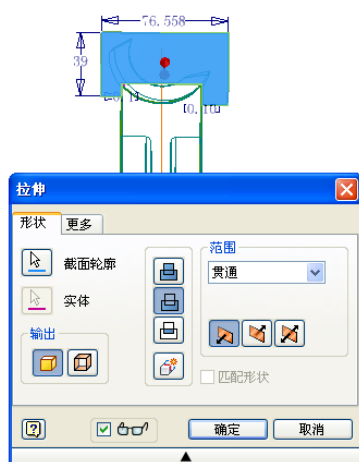

图 8-55 拉伸示意图
②单击【草图】标签上的【完成草图】工具按钮,退出草图环境;单击【模型】标签栏【创建】面板上的【拉伸】工具按钮,打开【拉伸】对话框,选择绘制的封闭草图图形作为截面轮廓,布尔方式为【求差】,终止方式为【贯通】,方向设置为对称,如图 8-55 所示。